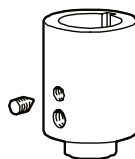

Abb. 15
- Um den Motor vom hydraulischen Teil zu trennen: die Blockierschraube abnehmen, die sich auf der Kupplungsmuffe befindet (Abb. 15).
- Blockierschraube festziehen (Abb. 15). Vor dem Neustart der Elektropumpe sicherstellen, dass die Schablone entfernt wurde und die Ausgangssituation herstellen.